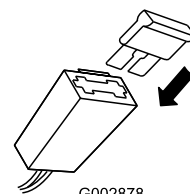

Figure 9
2. Placez le fusible dans le porte-fusible (Figure 9).